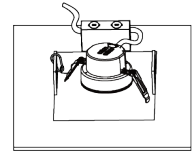

Fig. 6
- Une fois le luminaire inséré dans le boîtier, relâcher les clips du boîtier et continuer à pousser le luminaire jusqu'à ce qu'il soit solidement fixé et affleurant au plafond. Rétablir l'alimentation (Fig. 6).